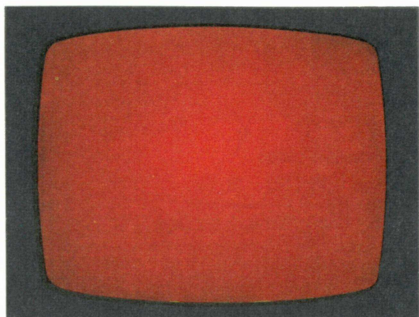
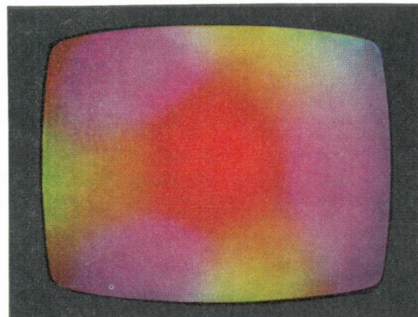

Fig. 4
Fig. 5
3. Rot Katodenstecker abziehen (Fig. 8). Bildschirm sollte dann gleichmäßig rot sein (Fig. 4). Ist Bildschirm ungleichmäßig rot oder farbfleckig (Fig. 5), so ist die Farbreinheit einzustellen.
2. Flügelmuttern am Ablensystem, Fig. 2 (bzw. Flügelschrauben Fig. 2a), lösen und Ablensystem weit auf dem Hals verschieben, bis ein roter Fleck erscheint (Fig. 5).